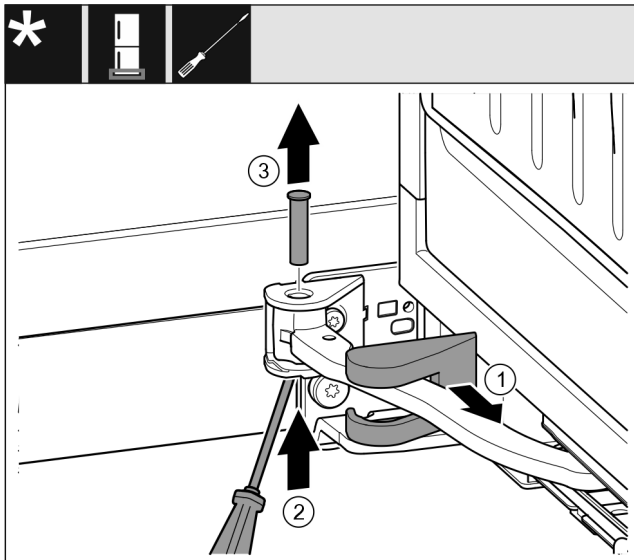

Fig. 15
- ▶ Изтеглете капака на лагерната стойка и го преместете по продължение на шарнира. Fig. 15 (1)
- ▶ С пръст или отвертка повдигнете болта отдолу. Fig. 15 (2)
- ▶ Вкарайте отвертка под главата на болта и го извадете. Fig. 15 (3)